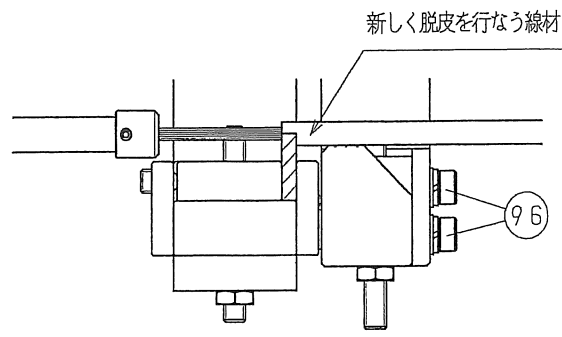

図2
- 5) No.20：ツカミ部 (固定側) を線材の外皮に当て、No.96：ボルトを 2 本ともしっかりと締め付けて下さい。(図 2 参照)